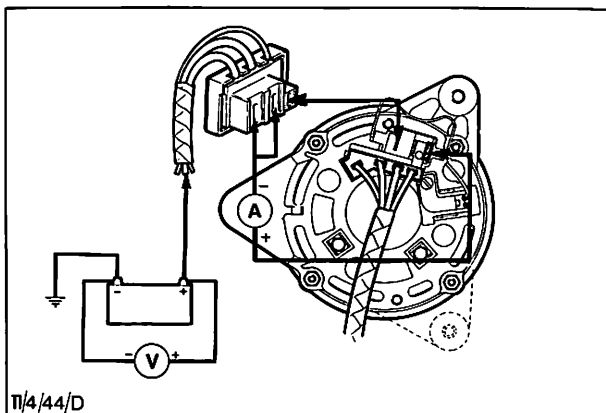

Abb. 68 Regler-Kontrollspannung prüfen
15. Testkabel, Amperemeter und Voltmeter wie in Abb. 68 gezeigt anschließen, um die Regler-Kontrollspannung zu prüfen.